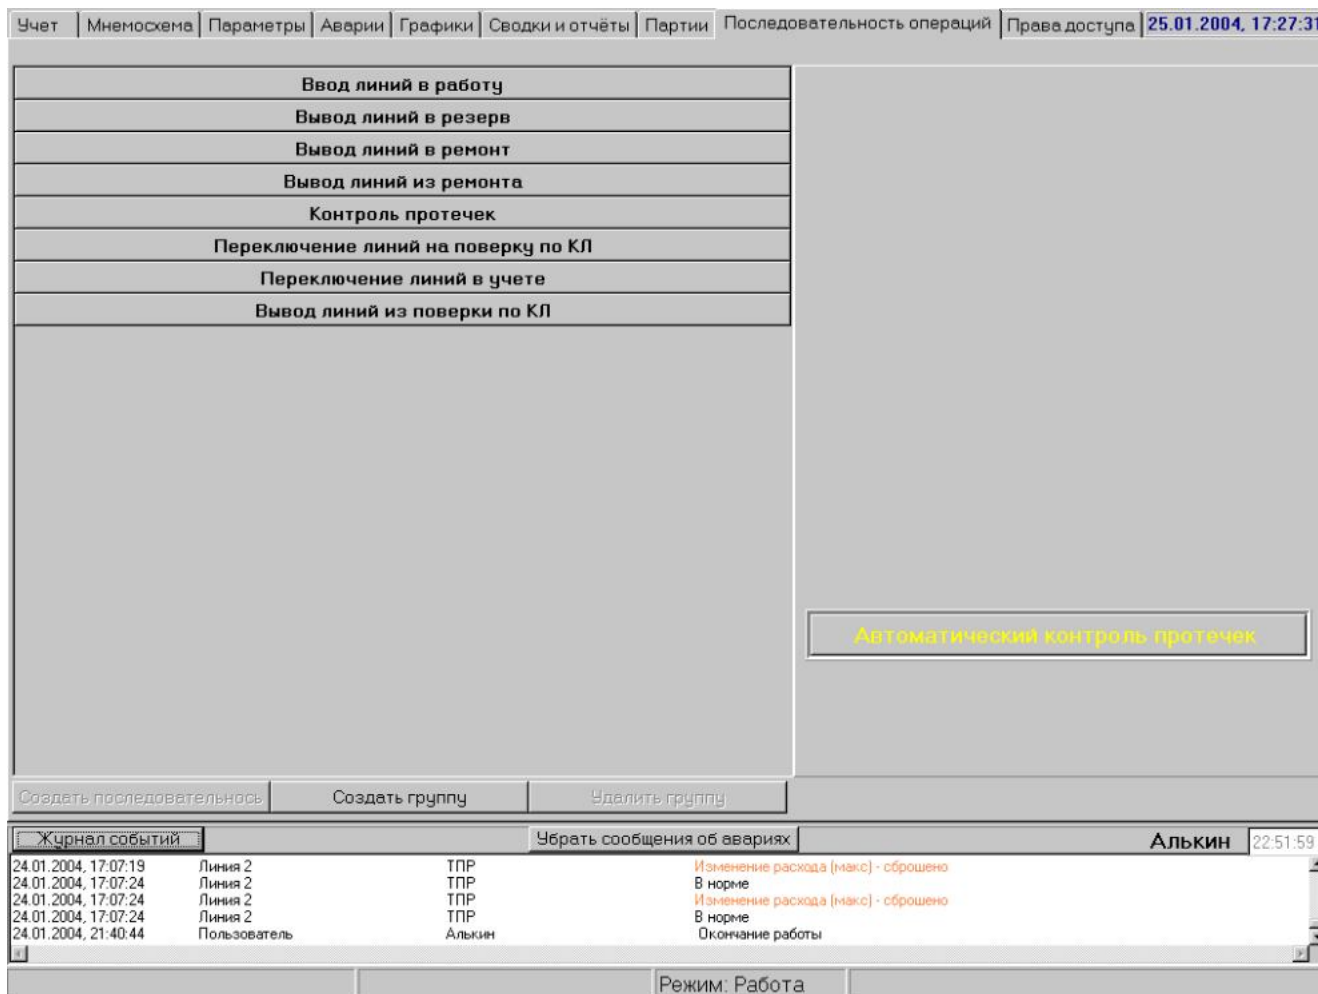

Рис. 32 – Экран «Последовательность операций»
3.12.1 Экран (Рис. 32) отображает: